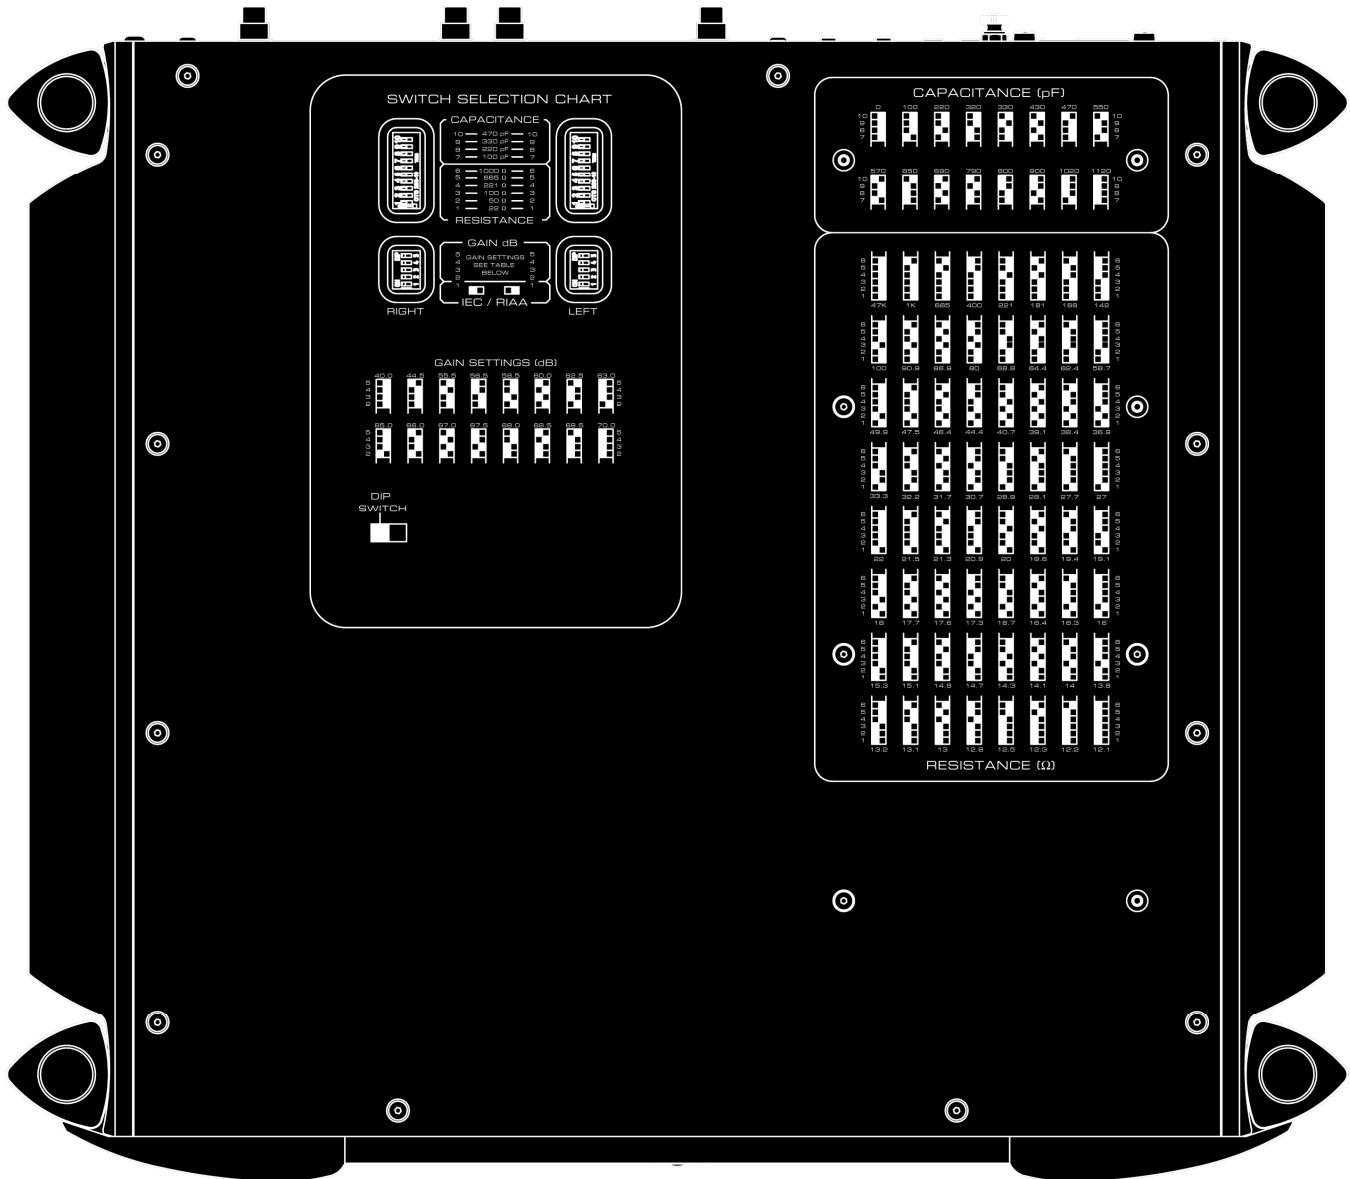

Figure 1: Configuration du panneau inférieur
Le réglage de la charge de capacité, de la charge d'impédance, du niveau du gain et de la courbe d'égalisation s'effectue à l'aide des commutateurs DIP blancs qui sont situés sur le panneau du dessous du **810LP**, comme on le voit dans la figure 1. Il y a deux (2) blocs de commutateurs DIP – le bloc du haut sert au réglage de la capacité et de l'impédance; celui du bas, au réglage du gain et de la courbe d'égalisation. Des